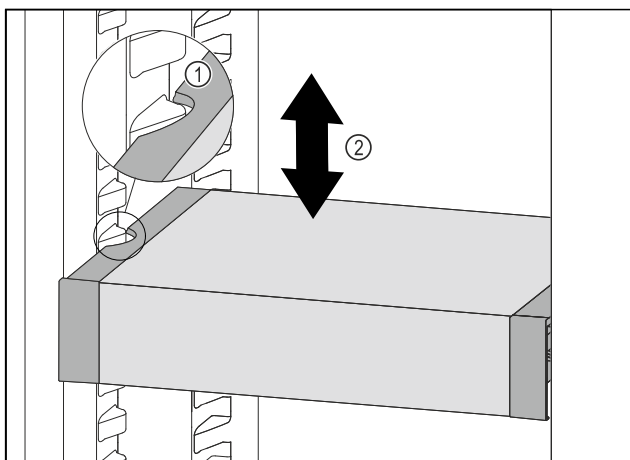

Fig. 93
- Trekk VarioSafe forover, til utsparingene på sidene av VarioSafe er på nivå med rillene i kjøleskapet. Fig. 93 (1)
- Flytt VarioSafe oppover eller nedover i kjøleskapet, til ønsket høyde er nådd. Fig. 93 (2)